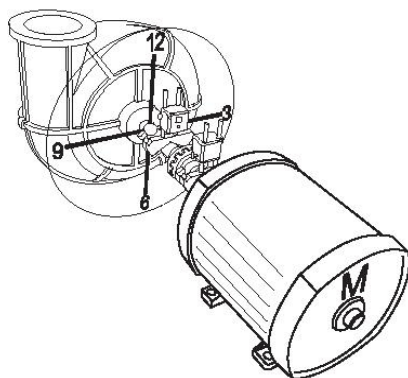

Рисунок 4 - Соглашение по направлению вращения валов
На рис. 4 показан вид на машину (S) со стороны (M), в положении 12:00.